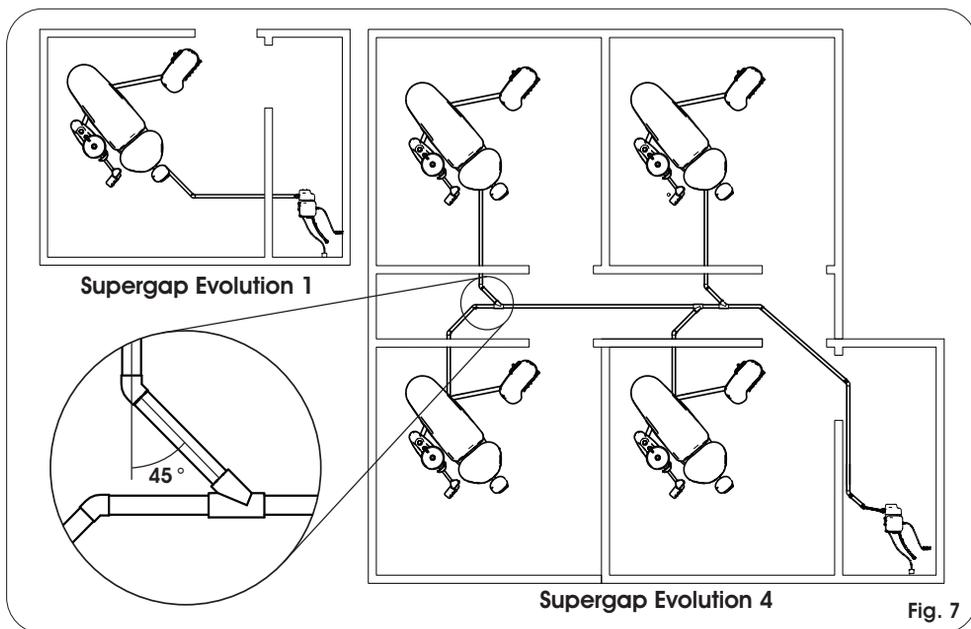

Fig. 7
- ▶ Recomendamos evitar conexões com ângulos retos nas tubulações, dê preferência a conexões com ângulos de 45° e/ou curvas suaves para otimizar o vácuo (Fig. 7, pág. 8);